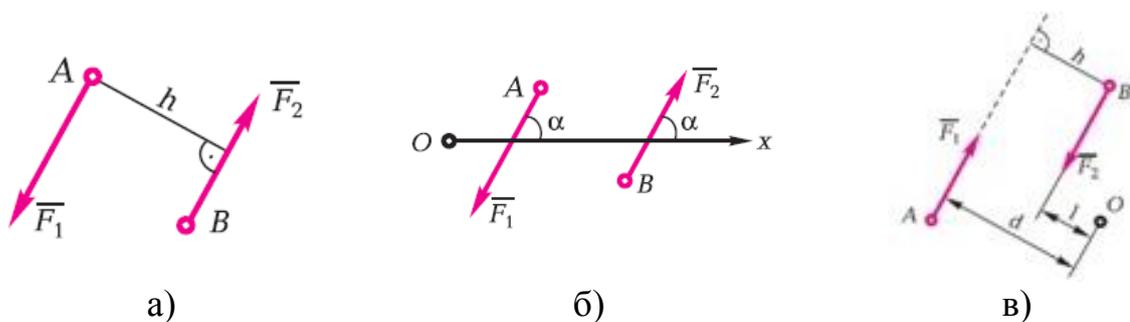

Рисунок 2.15
Система двух равных по модулю, параллельных и противоположно направленных сил, приложенных к телу (рис. 2.15а), называется *парой сил*.
*Плечом пары  $h$*  (см. рис. 2.15а) называется кратчайшее расстояние между линиями действия сил, составляющих пару. *Моментом пары сил* называется взятое со знаком «+» или «-» произведение модуля одной из сил на плечо пары.
1. Сумма проекций на любую ось сил, образующих пару, равняется нулю (рис. 2.15б):
2. Сумма моментов сил, образующих пару, относительно любой точки плоскости, в которой расположена пара, равняется моменту пары (рис. 2.15в):